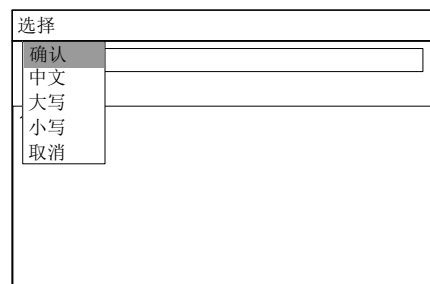

图 25-5
4. 修改完成后，先按“菜单”键（图 25-5），选择“确认”，再按“OK”键，系统进行编译，成功则屏幕显示“逻辑关系编译成功”。不成功则屏幕提示错误信息。如果不想保存此次修改，选择“取消”键退出即可。